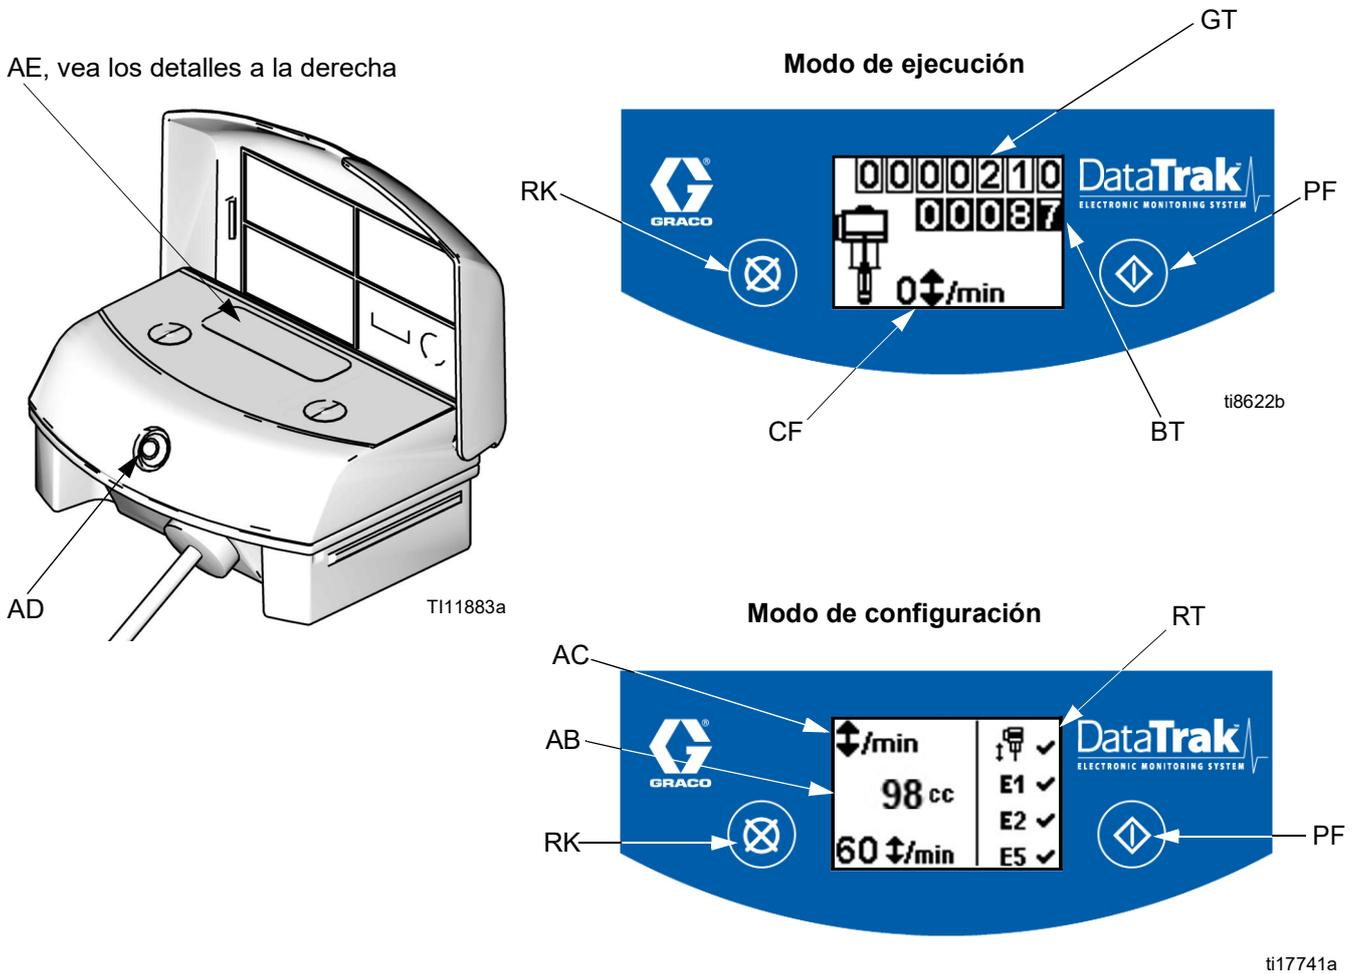

FIG. 4. Controles e indicadores de DataTrak
Leyenda para la FIG. 4
1. Vea FIG. 4, página 33. Mantenga pulsado  durante 5 segundos hasta que aparezca el menú Configuración.
1. Vea FIG. 4, página 33. Para entrar al modo de cebado/lavado, pulse cualquier tecla para activar la pantalla, luego pulse . Aparecerá el símbolo Cebado/Lavar en la pantalla y el LED parpadeará
2. Mientras está en modo de cebado/lavado, el totalizador de lote (BT) no contará. El totalizador global (GT) continúa la cuenta.
Vea FIG. 4, página 33. El último dígito del totalizador de lotes (BT) representa décimos de galón o litro. Para reponer a cero el totalizador, pulse cualquier tecla para activar la pantalla y, después, mantenga pulsado  durante 3 segundos.
Vea FIG. 4, página 33. La pantalla (AE) se apagará después de 1 minuto de inactividad en modo de ejecución o 3 minutos en modo de configuración. Pulse cualquier tecla para activar la pantalla.
DataTrak puede diagnosticar varios problemas de la bomba. Cuando el monitor detecta un problema, el LED (AD, FIG. 4) parpadeará y aparecerá en la pantalla un código de diagnóstico.